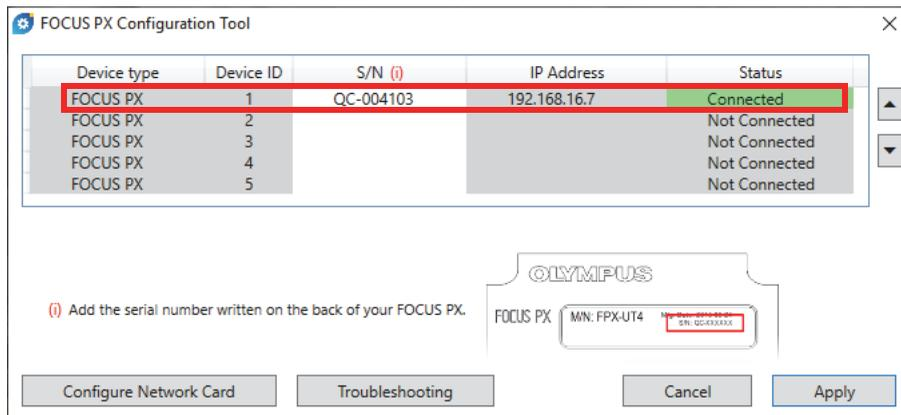

Figura 1-19 FOCUS PX Configuration Tool (1 dispositivo)
5. Na caixa de diálogo FOCUS PX Configuration Tool, digite o número de série da primeira unidade master FOCUS PX que está conectada à placa Ethernet (Figura 1-19 na página 39).